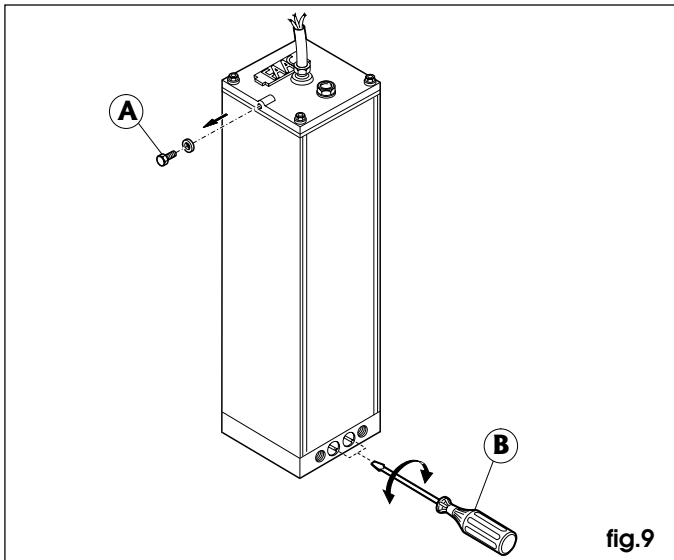

fig.9
- 4) Quite y conserve el tornillo de purga, como indicado en la fig.9 ref.A.
Para tarar el sistema oleodinámico de regulación de la fuerza transmitida, utilicen los dos tornillos by-pass (fig.9 ref.B).